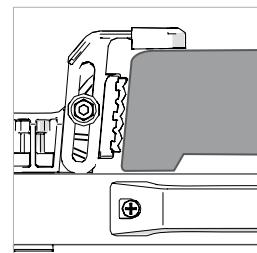

Fig. 19
Dacă baza fierastrăului dumneavoastră NU are o buză care să iasă sub clemă, atunci clema secundară TREBUIE să fie atașată pentru a fixa baza din partea de sus. (**Fig. 19**)
- Așezați fierastrăul pe masă cu marginea din dreapta (RH) a bazei uneltei sprijinită de cele două cleme fixe.
- Dacă este necesar, reglați clemele secundare pentru a asigura o poziție îmbunătățită și o aderență suplimentară la suprafața superioară a bazei fierastrăului. (**Fig. 19**) Strângeți-le în poziție cu ajutorul cheii hexagonale furnizate.